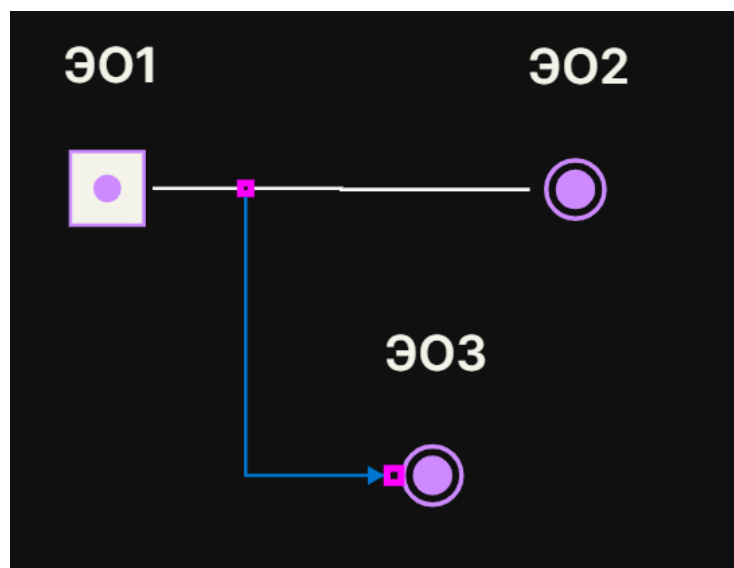

Рисунок 5.75 Проведение отпайки
- 7.3 Навести курсор на точку соединения, зажать левую кнопку мыши и провести появившуюся линию до необходимого энергообъекта (Рисунок 5.75).